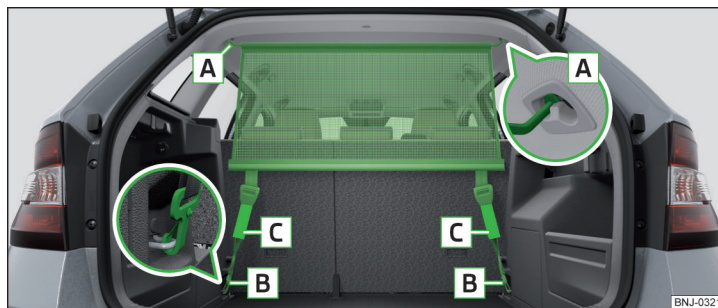

Fig. 110 Peretele despărțitor din plasă aflat în spatele banchetei
- ▶ Așezați bara transversală în elementul de prindere [A] » fig. 110 mai întâi într-o parte și apăsați-o apoi spre înainte. Introduceți în mod similar bara transversală pe cealaltă parte a autovehiculului, în elementul de prindere [A].